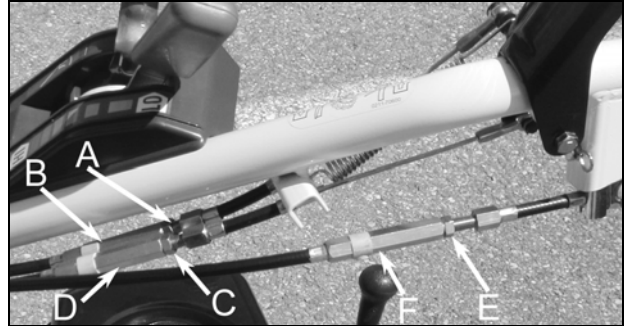

Figure 30
1. Dévissez le contre écrou du système de réglage de tension du câble de transmission (figure 30, repère A).
2. Dévissez l'écrou de réglage de tension du câble de transmission (figure 30, repère B).
2. Vissez l'écrou de réglage de tension du câble de transmission (figure 30, repère B).
Dévissez le(s) contre(s) écrou(s) du système de réglage de tension du (des) câble(s) de direction (figures 30 et 31, repère E).
Dévissez l'(les)écrou(s) de réglage de tension du (des) câble(s) de direction (figures 30 et 31, repère F).
Dévissez le contre écrou du système de réglage de tension du câble de transmission (figures 30 et 31, repère E).
Vissez l'(les)écrou(s) de réglage de tension du(des) câble(s) de direction (figures 30 et 31, repère F).
Dévissez le contre écrou du système de réglage de tension du câble du frein de parc (figure 30, repère C).
Dévissez l'écrou de réglage de tension du câble de transmission (figure 30, repère D).
Dévissez le contre écrou du système de réglage de tension du câble de transmission (figure 30, repère C).
Vissez l'écrou de réglage de tension du câble de transmission (figure 30, repère D).